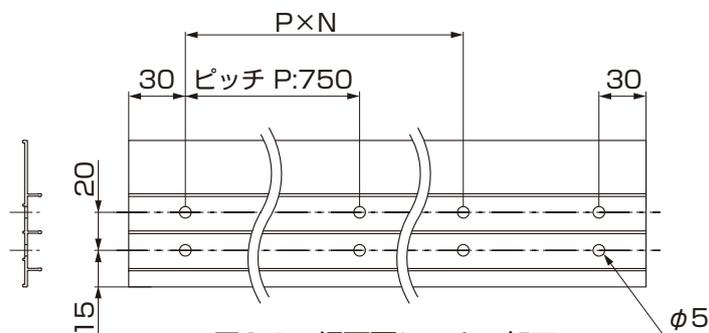
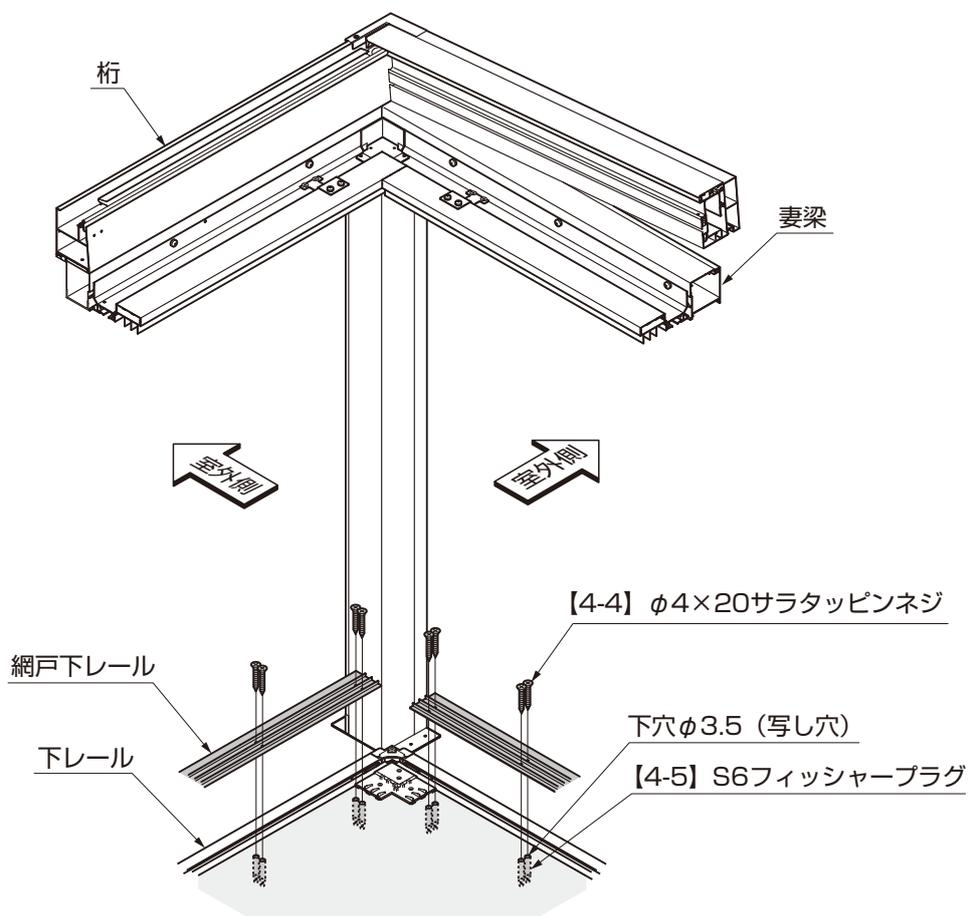

図6-1 網戸下レールの加工
図6-2
- ① 網戸下レールにφ5の穴をあけてください。(図6-1、表6-1参照)
- ② 網戸下レールの穴をガイドにして内面立上げの床面にφ3.5の穴をあけてください。
- ③ 網戸下レールを内面立上げの床面に【4-4】で取付けてください。(図6-2参照)